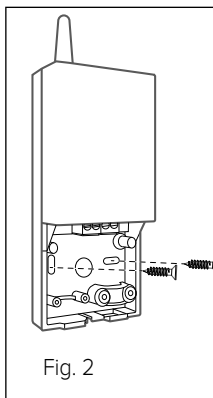

Fig. 2
- Fixați baza repetorului pe perete, în punctul pe care l-ați ales, cu ajutorul diblurilor și șuruburilor din setul furnizat (Fig.2).